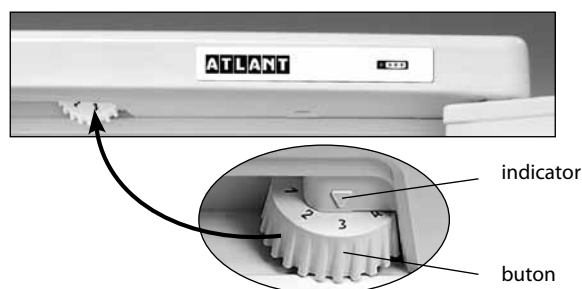

Figura 3 – Reglarea temperaturii
1.4 Elementul de reglare a temperaturii din frigider, în conformitate cu Figura 3 este butonul de reglare a temperaturii (numit în continuare – buton), care se află sub masca frigiderului. Butonul se rotește în sensul acelor de ceasornic sau în sensul contrar al acestora și are diviziuni numerice. Diviziunea "1" corespunde celei mai joase setări de temperatură (răcire minimă) în camera frigorifică, diviziunea "7" – celei mai înalte setări de temperatură (răcire maximă). Pentru a regula temperatura, fixați diviziunea butonului sub indicator.
Deschideți ușa CF și fixați sub indicator diviziunea "2" a butonului. Închideți ușa CF. Pentru setarea temperaturii optime pentru păstrarea produselor în camera frigorifică, efectuați reglarea cu ajutorul butonului în conformitate cu figura 3. În cazul dacă după ajustarea sau schimbarea condițiilor de exploatare compresorul a început să funcționeze continuu, este necesar de a roti rola în direcția reducerii decalajului digital până când se fixează cu clic în termostat. După ajustarea temperatura în frigider se menține în mod automat.